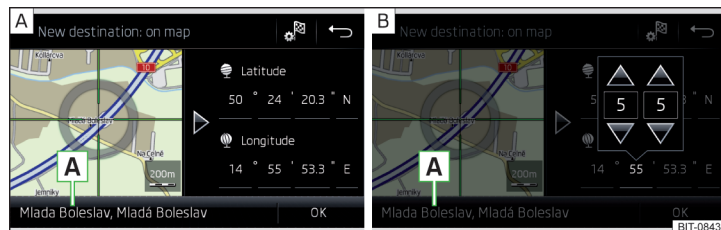

Fig. 212 Introducir destino: a través del punto del mapa / con ayuda de las coordenadas GPS
- Por el toque de la pantalla desplazar el destino deseado en la cruz reticular » fig. 212 - **A**.
- Pulsar y ajustar los valores de las coordenadas del GPS uno detrás del otro » fig. 212 - **B**.
Si hay información disponible sobre el punto introducido en los datos de navegación del Infotainment, esta se mostrará en vez de las coordenadas GPS (p. ej. dirección **A** » fig. 212).